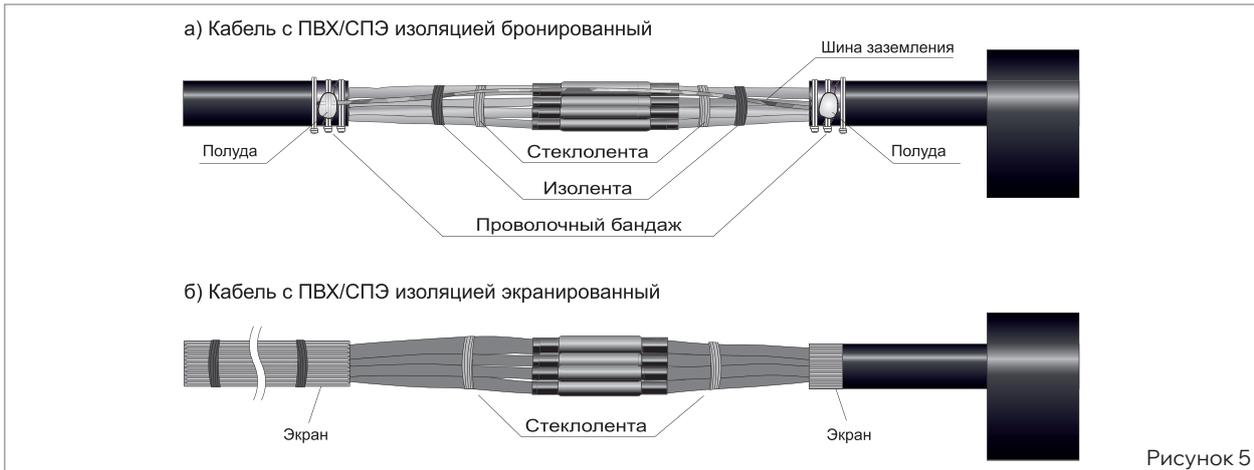

Рисунок 5
1. установить шину заземления (далее шина) со смещением относительно мест лужения в соответствии с рис. 5 и закрепить ее в двух местах изолянтной.